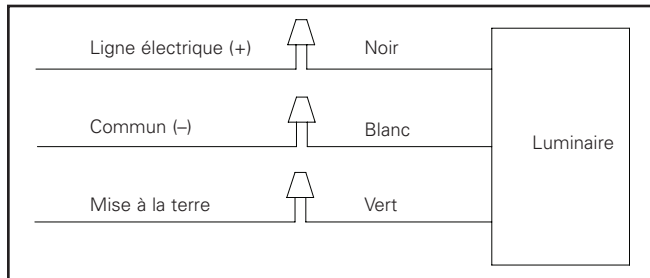

Figure 5.
5. Raccordez le luminaire aux fils d'alimentation (figure 5) :